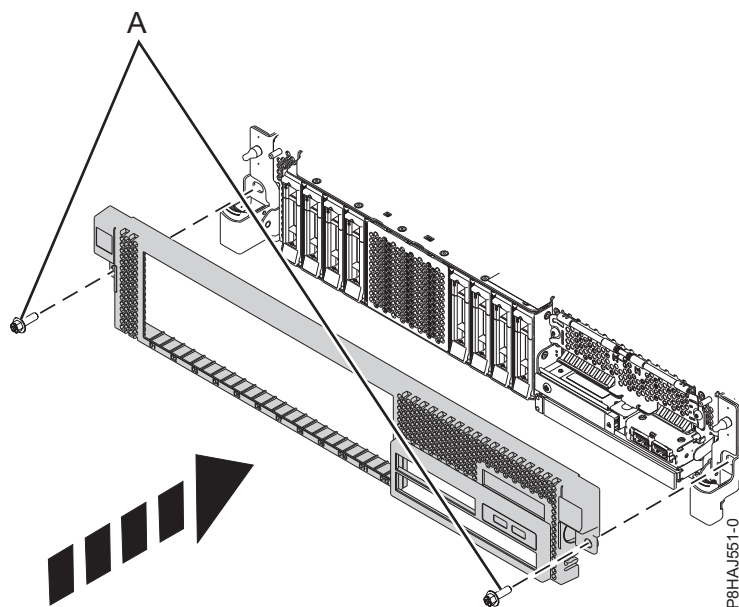

Figura 19. Instalar a tampa anterior
3. Feche os trincos de libertação ao empurrá-la na direcção mostrada em Figura 19 na página 39. A tampa fica encaixada e tem uma indentação que lhe permite segurá-la mais facilmente.
4. Substitua os parafusos de transporte (A).